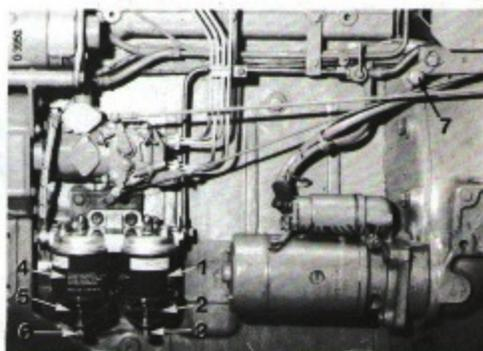

Fig. 2
La condensation du circuit de combustible se trouve emprisonnée dans la cuve transparente (2) Fig. 2 ou 3). Purgez tous les jours la condensation en desserrant la vis (3) Fig. 2 ou 3, avant de mettre le moteur en marche. Resserrez la vis dès que l'eau est vidangée et que le combustible commence à s'écouler. Si le niveau d'eau dépasse le haut de la cuve transparente (2) Fig. 2 ou 3, vidangez également le filtre secondaire (4) Fig. 2 ou 3. Pour effectuer cela, desserrez la vis (6) Fig. 2 ou 3, jusqu'à ce que le combustible commence à s'écouler.